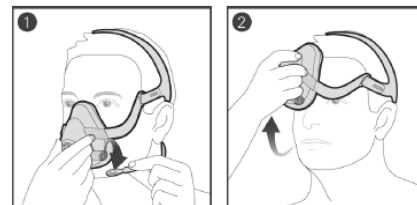

図 3-取り外し方法
両側のクリップをマスクフレームから外し(図 3-①)、マスクを持ちあげて頭から外す。(図 3-②)